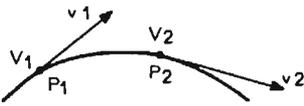

Fig. 2
comme le montre la figure 2, il passe par deux points,  $P_1$  de potentiel  $V_1$  et  $P_2$  de potentiel  $V_2$ , on a :  $0,5(mv_2^2 - mv_1^2) = e(V_2 - V_1)$  (6) formule dans laquelle  $v_1$  et  $v_2$  sont les vitesses de l'électron aux points  $P_1$  et  $P_2$  respectivement,  $e$  étant la charge de l'électron.